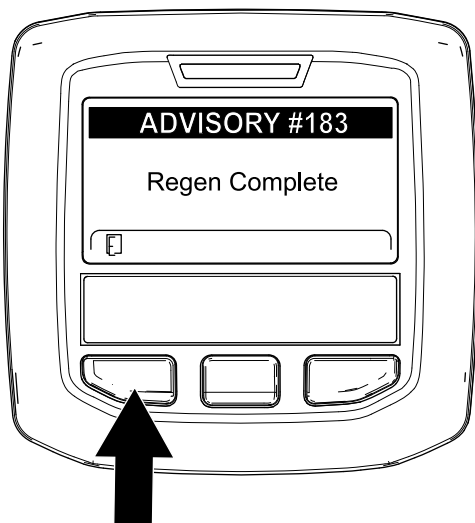

Рисунок 62
- Когда компьютер двигателя завершает процесс стационарной или восстановительной регенерации, на дисплее инфо-центра появляется ИНФОРМАЦИОННОЕ СООБЩЕНИЕ № 183 (Рисунок 62). Для перехода на главный экран нажмите левую кнопку.